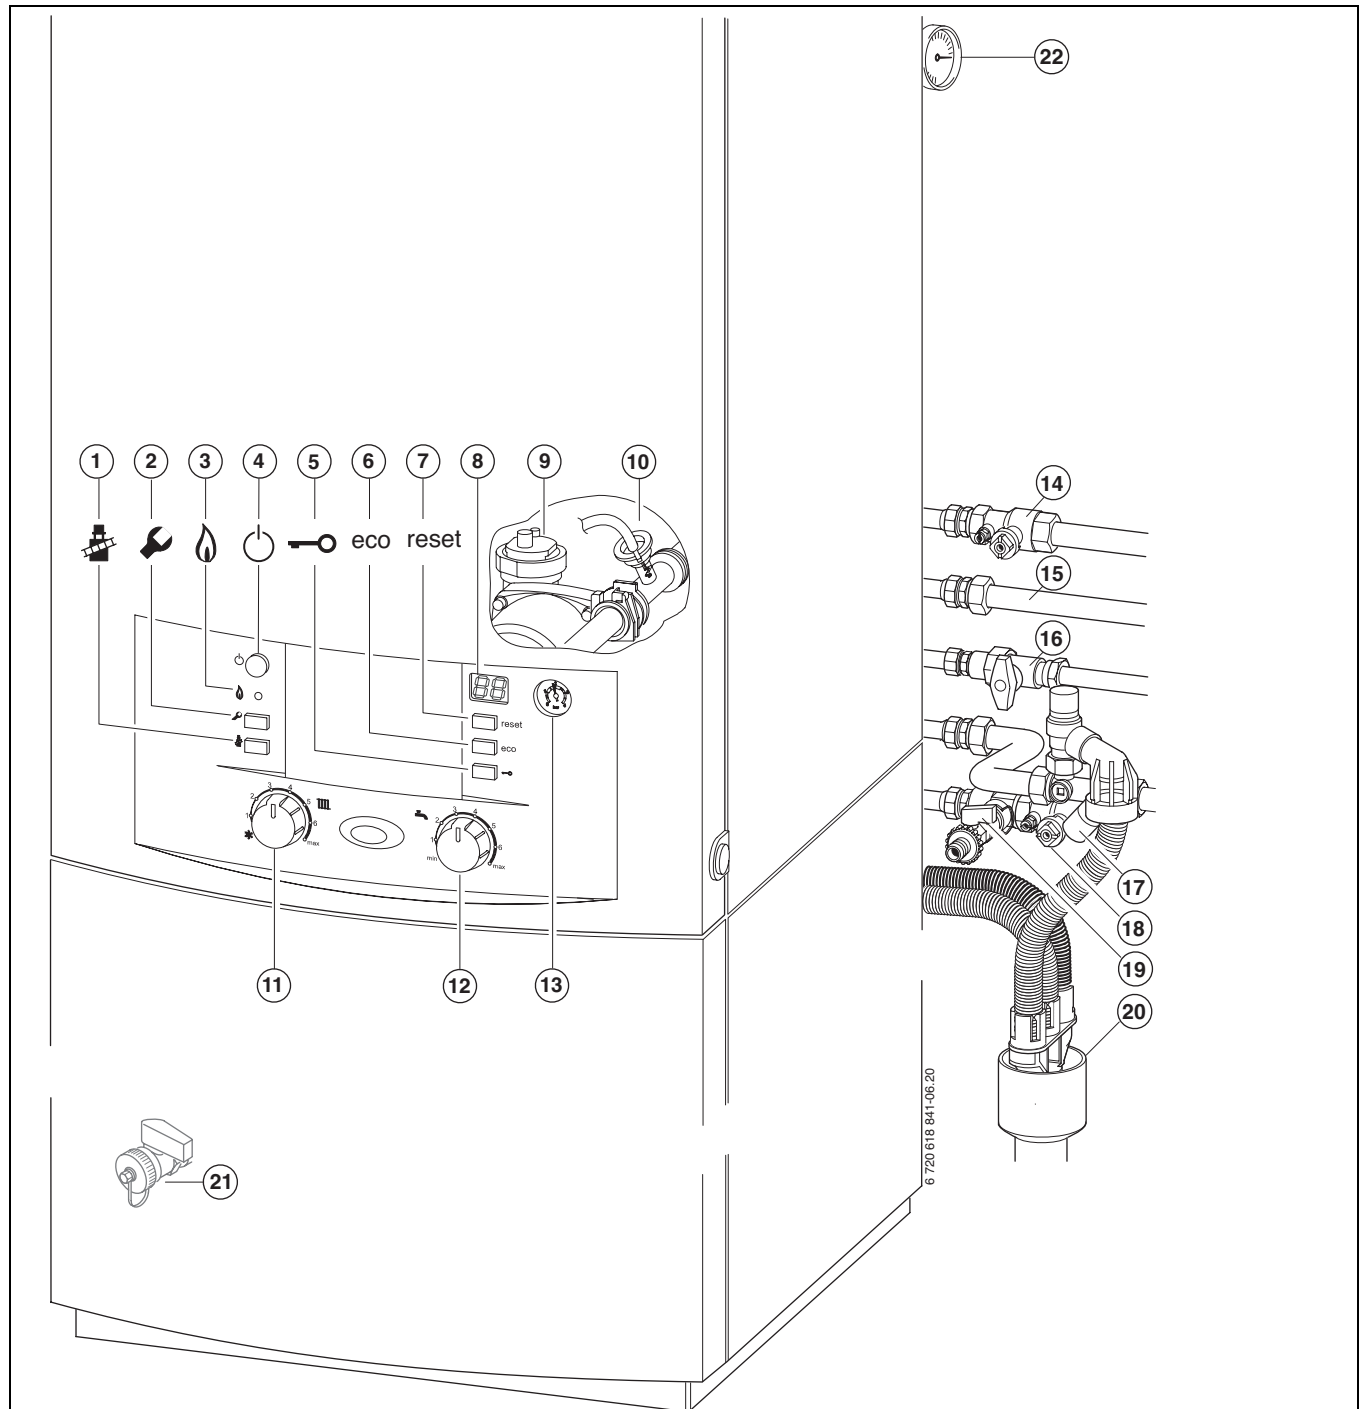

Bild 49
- ▶ Heizungsanlaufhahn und Heizungsrücklaufhahn (→ Bild 49, [14] und [18]) öffnen.